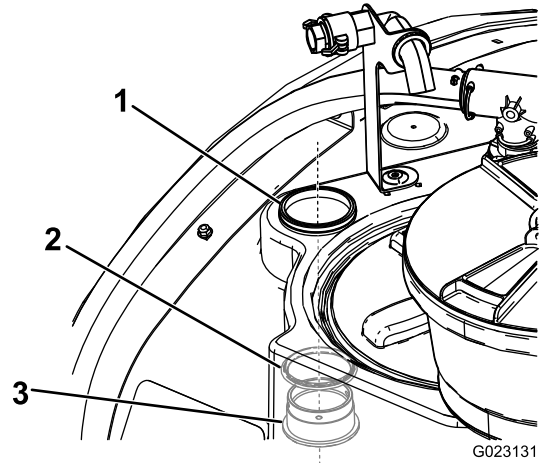

図 15
2. バルクヘッドとOリングをタンクの内側から外側に向けて、先ほど作った穴に取り付ける (図 15)。